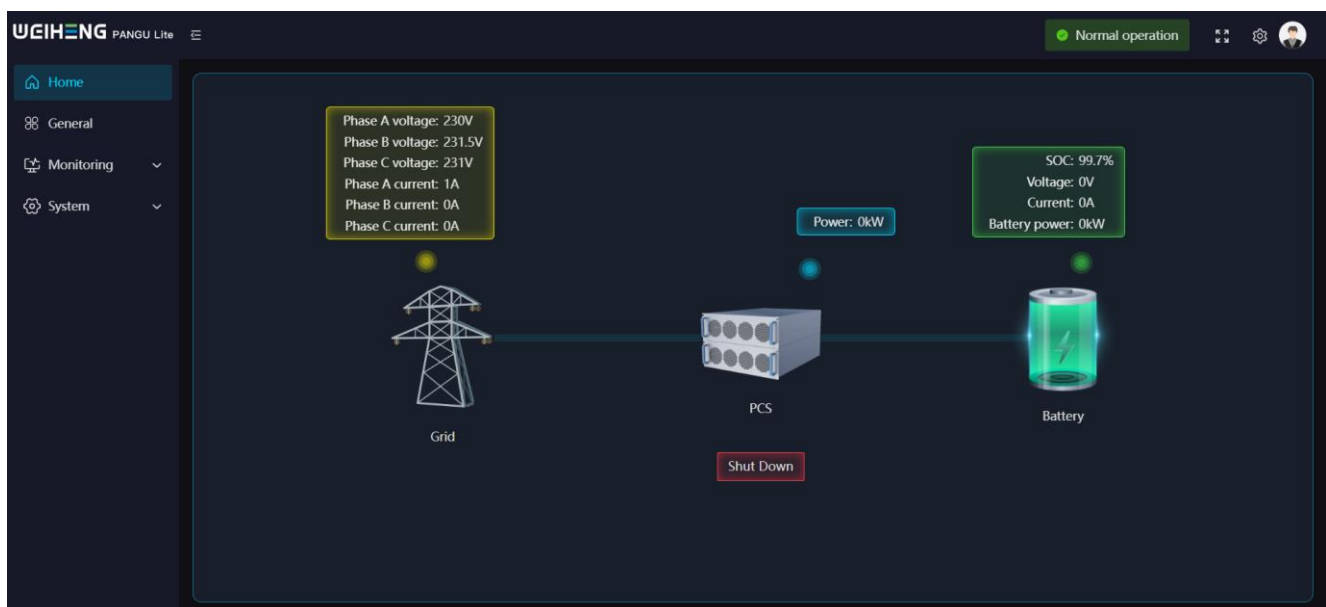

Abbildung 6-1 Startseite
■ **Abbildung 6-1 Schaltplan der Kommunikationskabel**